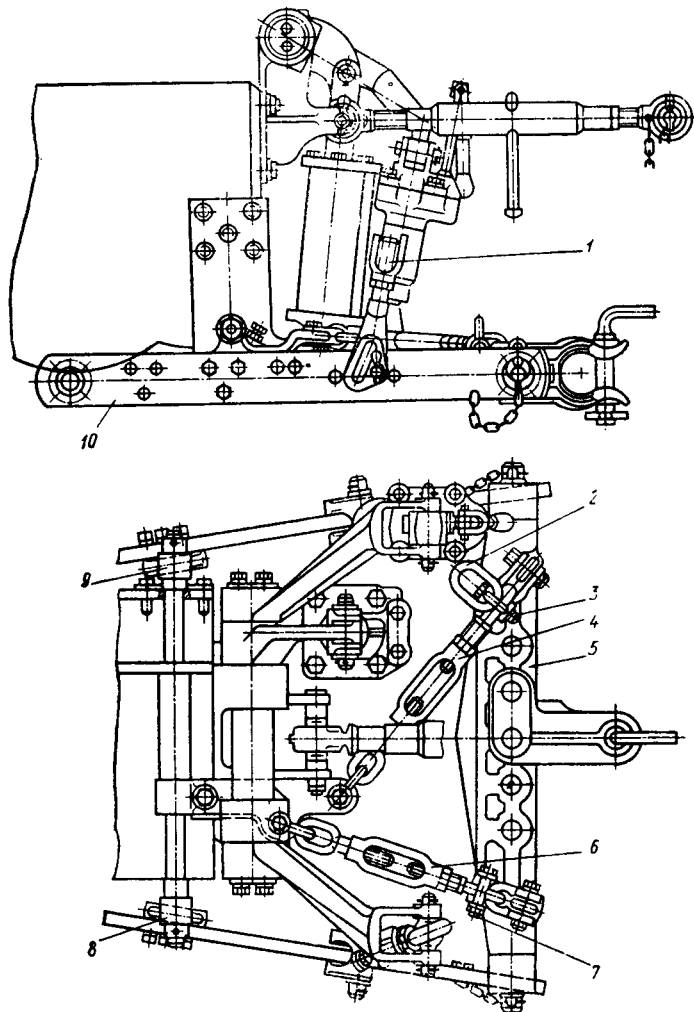

Рис. 105. Схема установки прицепного устройства:
8. Отсоедините ограничительные стяжки 4 от продольных тяг и закрепите их в отверстиях 8 на поперечине 5; при этом с правой стяжки 4 (рис. 105) снимите серьгу 3 и кольцо 2 цепи, а с левой стяжки 6 — серьгу 7 и установите их, как показано на рисунке.
9. Убедитесь, что болт 18 (см. рис. 57) полностью завернут в кронштейн стяжек и максимально укоротите стяжки 4 и 6 (см. рис. 105), чтобы обеспечить полную блокировку продольных тяг механизма навески от поперечных перемещений.
1. Вилку прицепного устройства установите на расстоянии 504 мм от торца ВОМ, как показано на рис. 105.